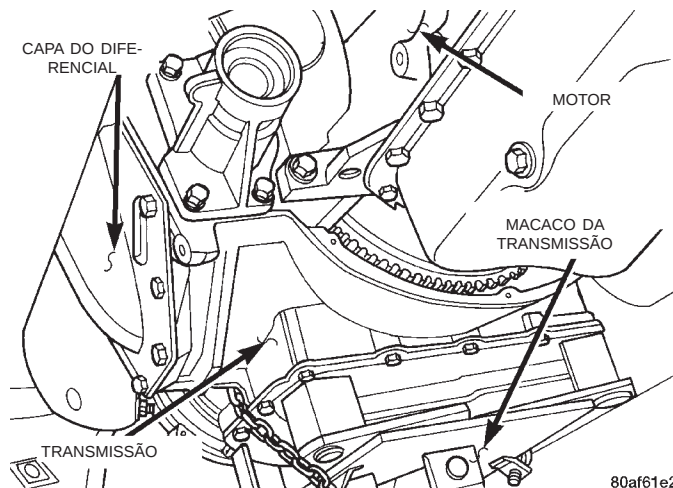

Fig. 44 Posicionamento do Macaco da Transmissão
- (23) Posicione o macaco da transmissão seguramente sob a transmissão (Fig. 44).
- (24) Remova a proteção contra borrfios do pára-lama esquerdo.
- (25) Com o macaco da transmissão na posição, remova a montagem da transmissão esquerda.
- (26) Abaix a transmissão para obter acesso ao sensor de posição do eixo de manivela, remova o sensor de posição do eixo de manivela da carcaça em